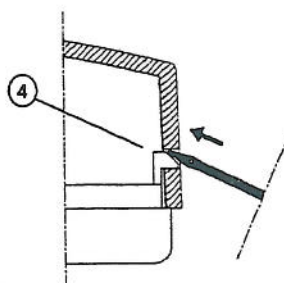

Fig. 2
Herefter trykkes tapperne (4) [fig. 2] forsigtigt ind med skruetrækkeren, og låget vippes af. Vær forsigtig når der trykkes på tapperne, så der ikke knækkes noget af.
Se [fig. 2] der viser, hvordan dette gøres korrekt.